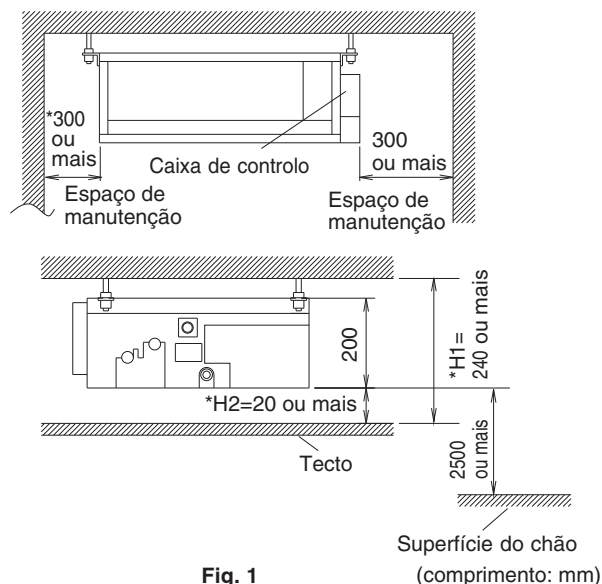

Fig. 1
- Onde haja espaço suficiente para manutenções e serviços em geral. (**Consulte a Fig. 1**)